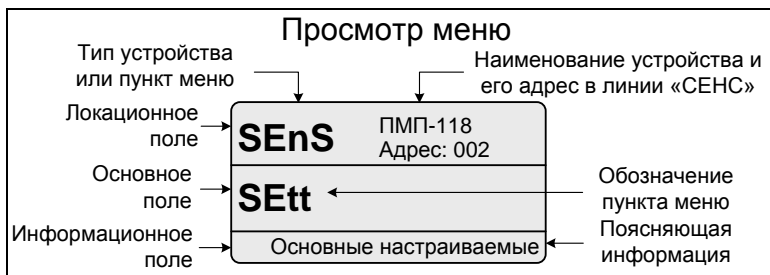

Рисунок 10
– текущий пункт меню отображается на табло сигнализатора (рисунок 10). Переход к следующему или предыдущему пункту меню осуществляется кратковременным нажатием правой или левой кнопки соответственно.